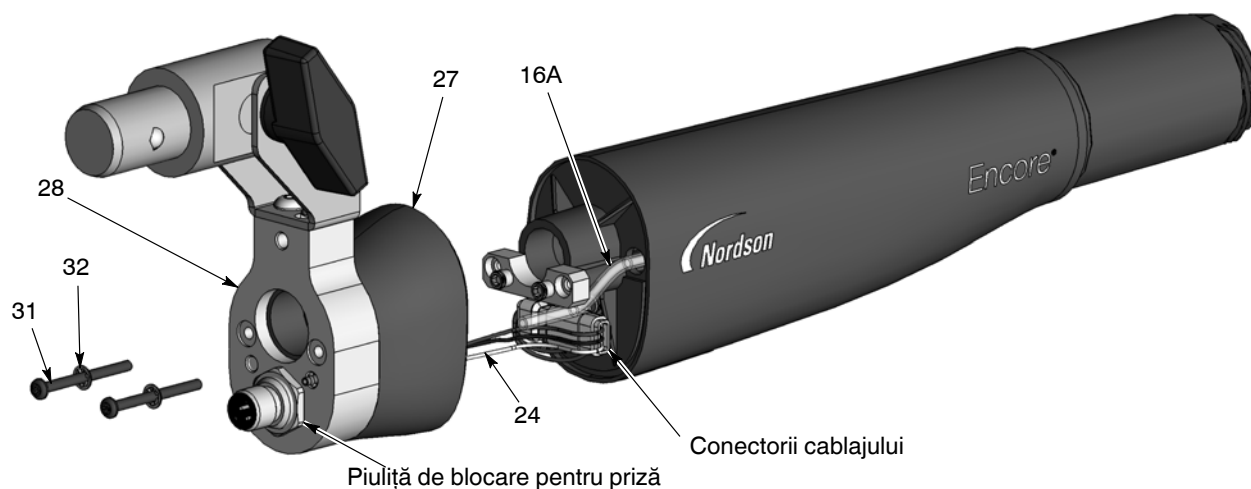

Figura 7-2 Dezasamblarea pistolului – înlocuirea tubului pentru pulbere
3. Vezi Figura 7-2. Deșurubați și demontați cele două șuruburi cu cap tubular (31) și șaibele de blocare cu dantură pe interior (32) de la capacul de capăt (28).
- c. Vezi Figura 7-2. Deșurubați piulița de blocare de la priză, apoi demontați priza și cablajul de la capacul de capăt.
17. Vezi Figura 7-2. Montați ansamblul format din capacul de capăt și corpul spate al pistolului pe corpul pistolului, asigurându-vă că nu ciupiți firele cablajului.